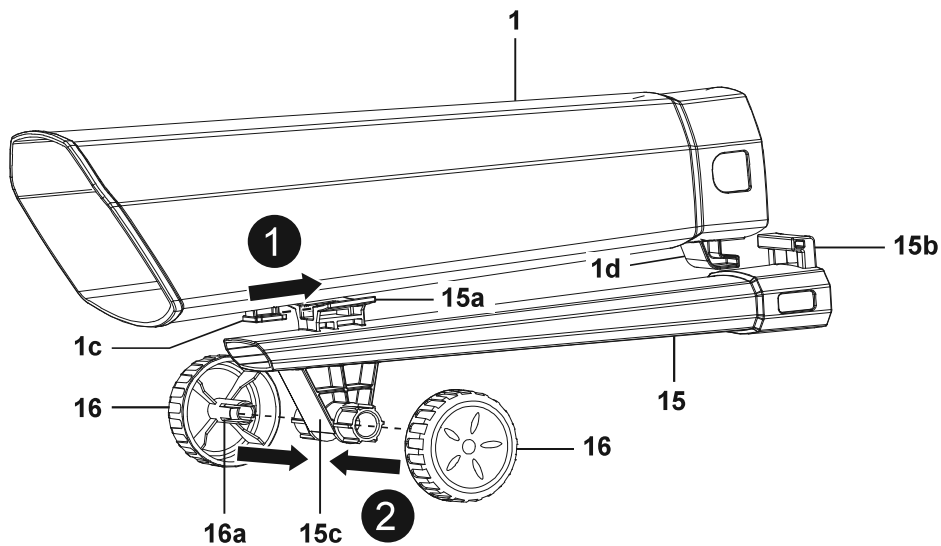

Fig. 2
2. Alinhe o tubo inferior de aspiração (1) com o tubo inferior de sopro (15) e insira-o completamente até ao batente. Certifique-se de que as duas ranhuras de encaixe do espigão (1c) encaixam no suporte do tubo (15a) e que o encaixe do tubo (1d) é fixado à argola do tubo (15b) (Fig. 2, passo 1).
3. Alinhe o eixo (16a) do rolete guia (16) com o orifício de montagem do suporte de roletes (15c) e insira-o completamente até ao batente (Fig. 2, passo 2). Certifique-se de que os dois roletes guia (16) se encaixam na devida posição e rodam suavemente.